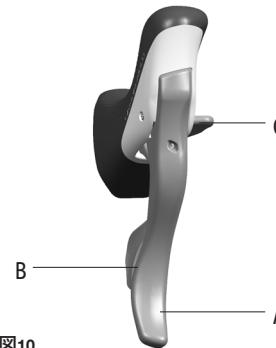

図10
- 左側エルゴパワーのレバーB（図10）はフロント・ディレイラーを動作させ、チェーンをアウター・チェーンリングに移動させます。
- 右側エルゴパワーのレバーC（図10）はリア・ディレイラーを動作させ、チェーンをスプロケットのトップ側に移動させます。
- 右側エルゴパワーのレバーBとレバーC（図10）は、スプロケット上のチェーンを、1回の動作で一気に移動させることができます（アップシフトは3段分、ダウンシフトはエルゴパワー・ウルトラシフトの場合、3段分）。